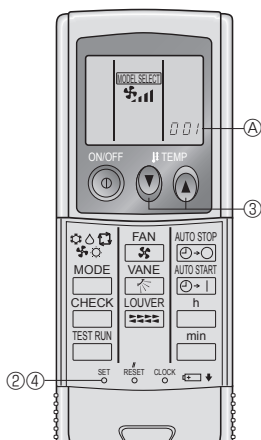

Fig. 6-3
3) Programmation (Fig. 6-3)
- ① Introduire les piles.
- ② Appuyer sur le bouton SET à l'aide d'un objet pointu.
- ③ Appuyer sur le bouton temp (Ⓐ) pour programmer le numéro du modèle. Si l'opération est erronée, appuyer sur la touche ON/OFF (Ⓓ) et recommencer à partir du point ③.
- ④ Appuyer sur le bouton SET à l'aide d'un objet pointu.